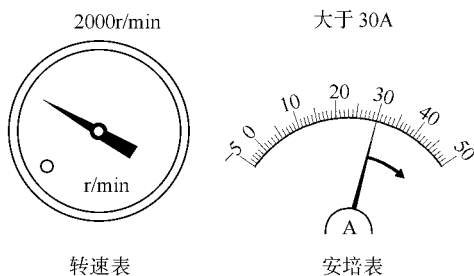

图 7-10 检查电流表的读数
(8) 在负载下检查充电线路。使发动机运转到 2000r/min ，打开远光大灯并将取暖器风扇控制开关置于“HI”位置，检查电流表的读数，如图 7-10 所示。